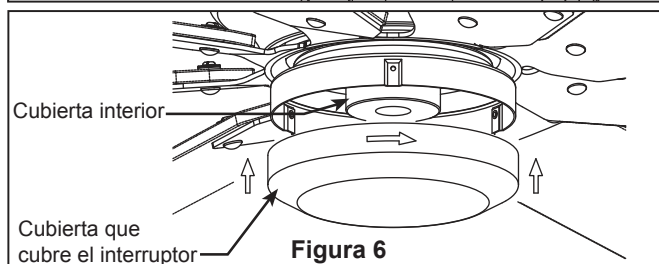

Figura 6
6. Monte el cubierta que cubre el interruptor en la cubierta interior interruptor girándolo en el sentido de las agujas del reloj. (Figura 6)